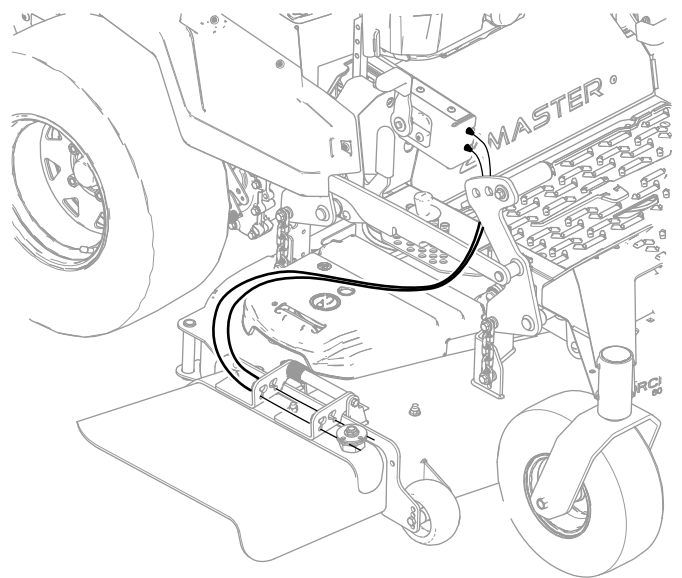

Figura 8
1. Fate passare i cavi tra il quadro di comando e il camino di scarico come mostrato nella Figura 8 per evitare di danneggiare i cavi per l'intera ampiezza dell'altezza di taglio.
Importante: Accertatevi di far passare i cavi lontano dalla parte anteriore del pedale di sollevamento del piatto come mostrato nella Figura 8 in modo da non danneggiarli.